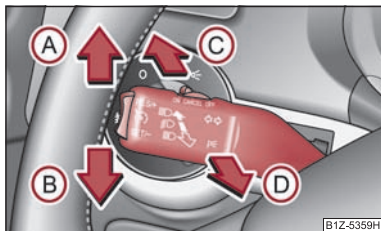

Fig. 43 Maneta de acționare a luminilor de semnalizare și a luminii de drum
- Apăsați maneta în sus , respectiv în jos  ⇒ fig. 43.